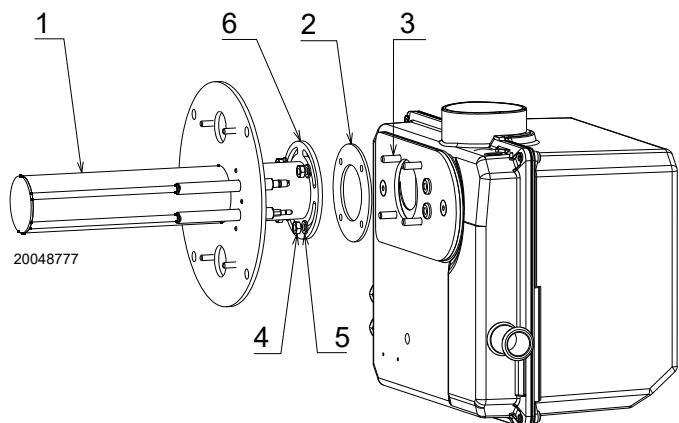

Abb. 7
- Die vormontierte Mutter 4)(Abb. 7) mit Unterlegscheibe 5) lösen;